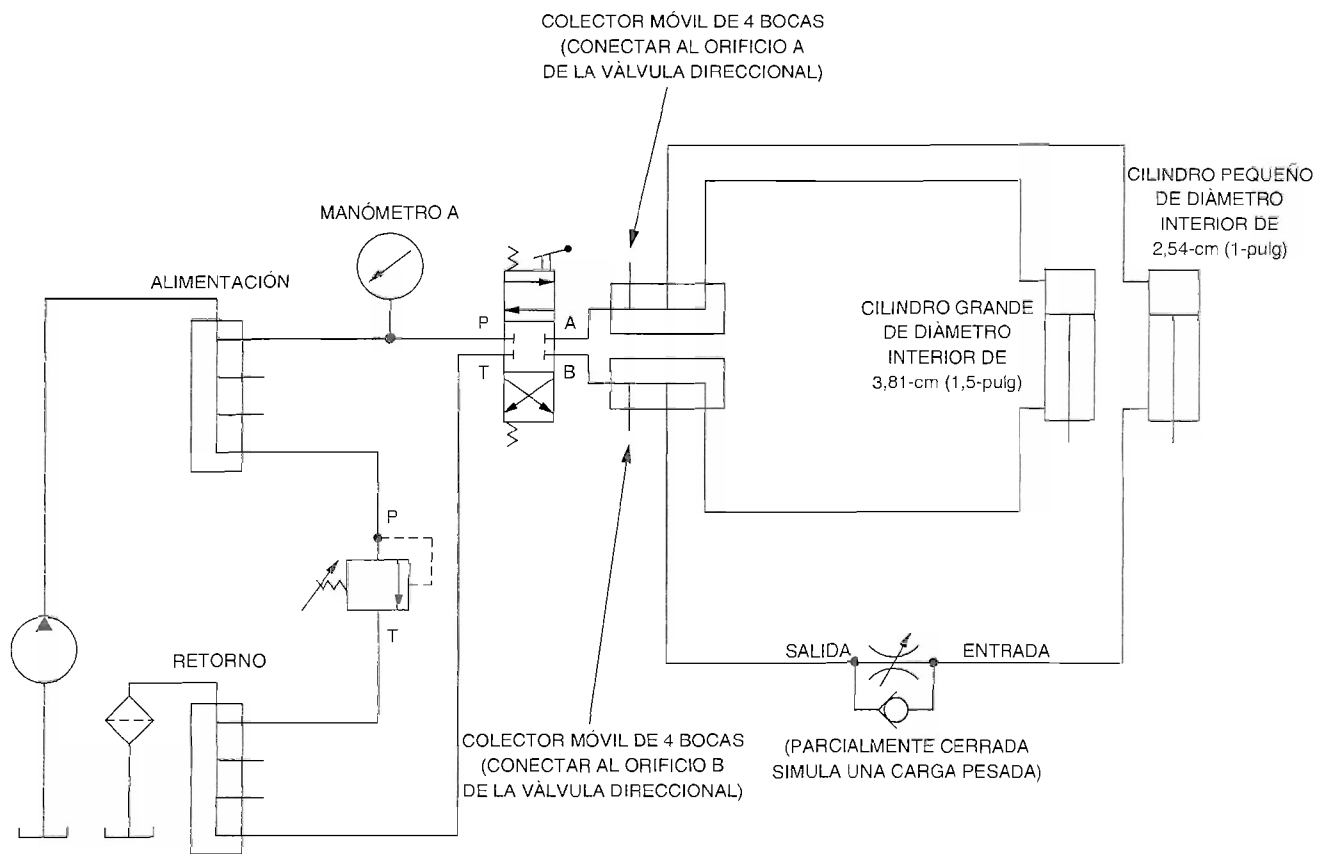

Figura 3-15. Cilindros en paralelo con carga pesada en el cilindro pequeño.
- 10. Modifique sus conexiones del circuito de manera que coloque el dispositivo de carga (válvula de control de flujo no compensada) en el cilindro pequeño [diámetro interior de 2,54 cm (1 pulg)], como se muestra en la Figura 3-15.